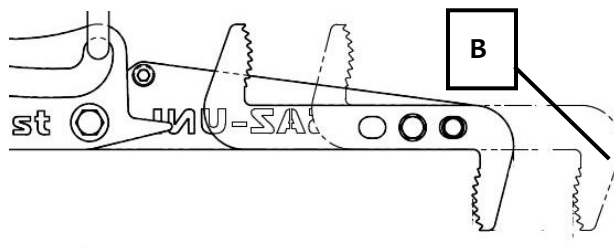
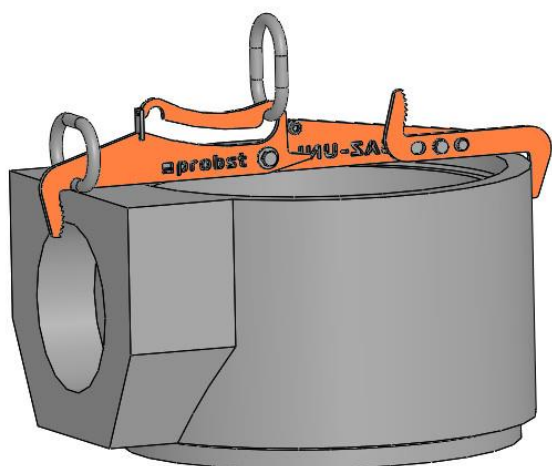

Bild 5
Bild 6
Beim Greifen von Muffenteilen (Bild 6) muss der bewegliche Greifarm (1) um  $180^\circ$  gedreht werden. Vergrößerung des Greifbereiches von 550 mm auf 625 mm (Greifbereich (B) siehe Bild 5). Hierzu Federriegel (2) etwas herausziehen und gleichzeitig verdrehen, bis sich der Greifarm bewegen lässt. Anschließend muss der Greifarm (1) durch erneutes Einrasten des Federriegels (2) arretiert werden.